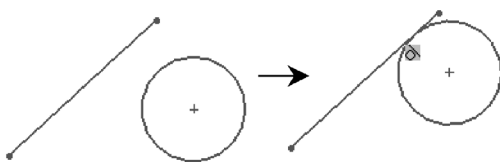

图 2-178 添加相切几何关系
- 相切几何关系：使两图线（直线、圆、圆弧、椭圆或实体边缘线）相切，如图 2-178 所示。